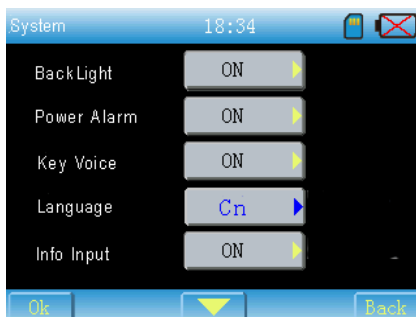
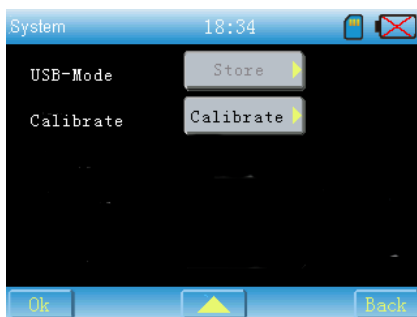

Fig. 7-9
Fig. 7-10
La interfaz se muestra como en la Fig.7-9, Fig.7-10
(1) esta opción está desactivada cuando el USB no está conectado como en la Fig.7-10.
(2) esta opción está desactivada cuando el USB está conectado. Se puede seleccionar "Store" (almacenar) o "Sync" (sincronización).